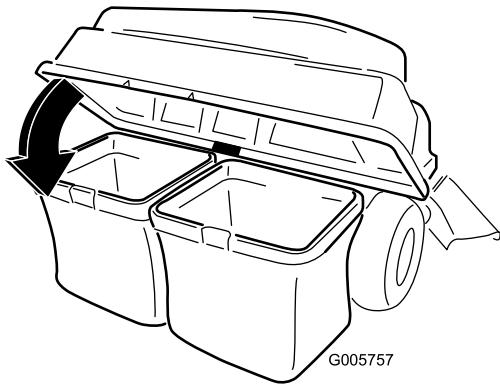

Figure 9
- Abaissez le couvercle du collecteur sur le bac (Figure 9).